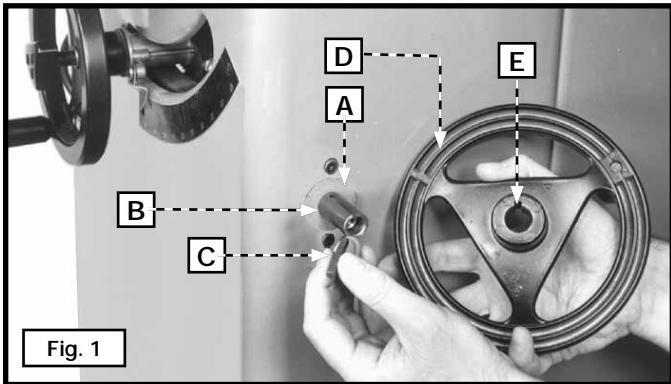

Fig. 1
**ATTENTION** Retirer le matériel de remplissage en mousse de polystyrène et tous autres articles à l'intérieur de l'armoire de la table de la scie. Pour retirer le couvercle du moteur, utiliser une clé hexagonale pour retirer la vis à tête hexagonale de 1/4 - 20 x 5/8 po (15,8 mm) (B) fig. 1. Glisser fermement le couvercle du moteur d'un côté pour rejoindre les attaches. Les enfoncez et retirer le couvercle du moteur. Consulter la rubrique « COUVERCLE DU MOTEUR ».
3. (2) rallonges
1. Enfiler une rondelle de plastique (A) fig. 1 sur la tige du volant d'inclinaison de la lame (B). Insérer la clé (C) dans la rainure à clavette de la tige.
2. Insérer le volant (D) sur la tige (B) fig. 1. Aligner la rainure (E) du volant avec la clé (C).